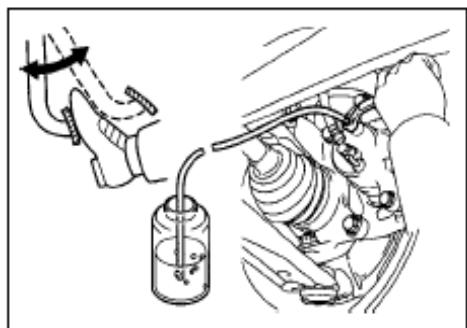

Рис. 246
3. Подсоедините трубку к штуцеру прокачки на тормозном суппорте;(рис. 246)